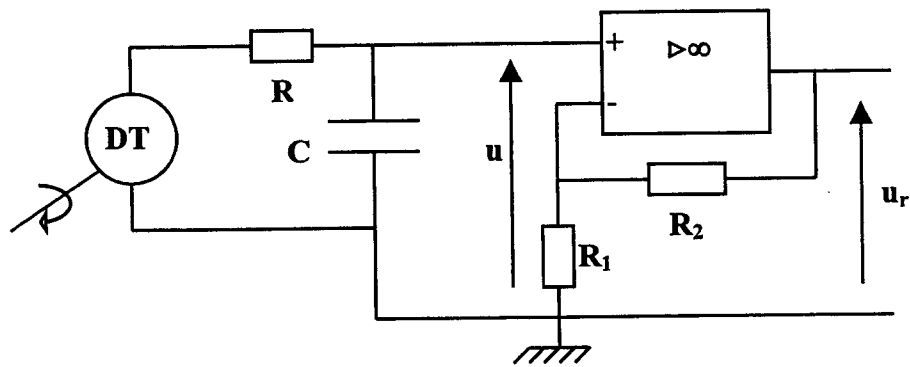

Figure 1
Le schéma de la chaîne de retour qui effectue une conversion vitesse/tension est représenté sur la **figure 1 de l'annexe 1**. Le capteur de vitesse est une dynamo tachymétrique suivi d'un filtre RC et d'un amplificateur de tension.
- 2.1. Quel est le rôle du filtre RC dans le montage de la figure 1 ?